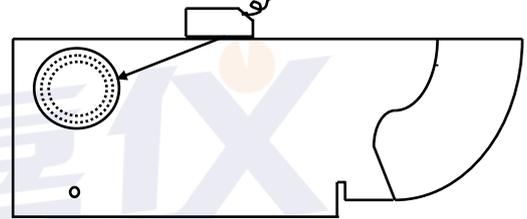

图 2
2) 测 K 值：长按 **零点/调校** 键，按<2>测 K 值，按 **确定** 键开始测试，如图 2：将斜探头放在 CSK-IA 试块上移动，寻找 $\Phi 50$ 孔的最高回波，按 **确定** 键。